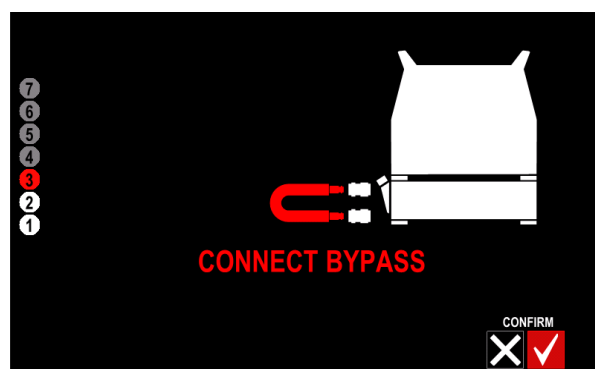

Рисунок 16
- Подключите короткий шланг красного цвета с быстросъемными соединителями для воды (ОБВОДНОЙ КАНАЛ входит в комплект оборудования) к синему и красному выпускным разъемам, расположенным на фронтальной части системы охлаждения (Рис. 16 или 24). Наблюдайте за контуром циркуляции охлаждающей жидкости.